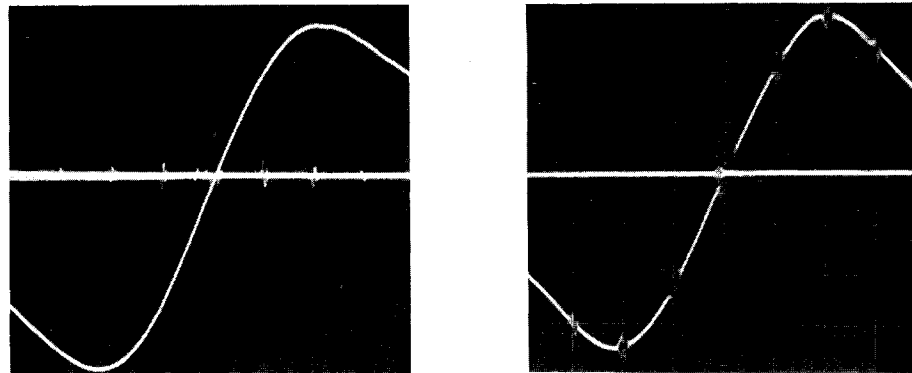

Fig. 3.3-17 Markierung der Frequenzen der Basis- und/oder der Durchlaßkurven, meßrasterbezogen
3.3.5.5. Die S-förmige Demodulatorkennlinie (Fig. 3.3-17)
Die Frequenzmarke kann aber auch allein oder zusätzlich über den zweiten Kanal eines Wobbelindikators dargestellt werden, Fig. 3.3-17 (links).
Die Hauptmarke hat die größte Amplitude, sie markiert die vom Zähler angezeigte Frequenz. Bei Betätigung der Abstimmung FREQUENCY verschiebt sich die Hauptmarke, und die Nebenmarken des Spektrums wandern distanzstarr mit. Das erleichtert, die Frequenzmarken mit dem Raster des Sichtgeräts zur Deckung zu bringen (Fig. 3.3-17).